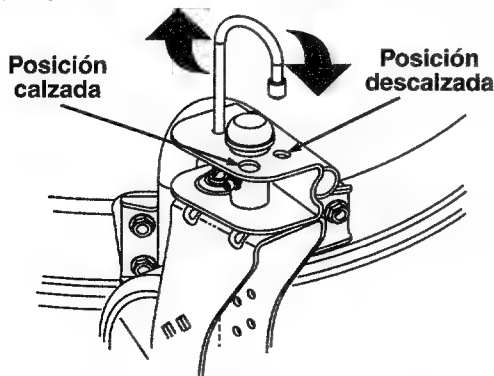

Figura 9
- **Para calzar las ruedas.** Levante y coloque la clavija de calce en el orificio más grande de cada rueda. Vea la Figura 9.
- **Para descalzar las ruedas:** Levante y coloque la clavija de calce en el orificio más pequeño para permitir que las ruedas giren libremente. Vea la Figura 9.